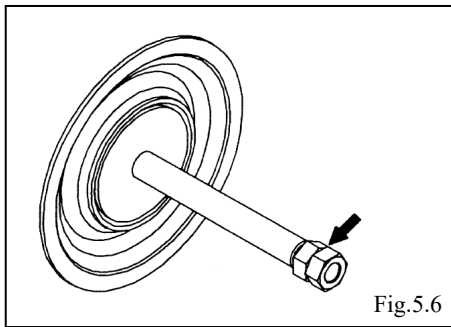

Fig.5.6
- 拆下带有双螺母的另一端的中盘（外侧），从中央连杆上取下中盘（内侧）和隔膜。〈Fig.5.6〉